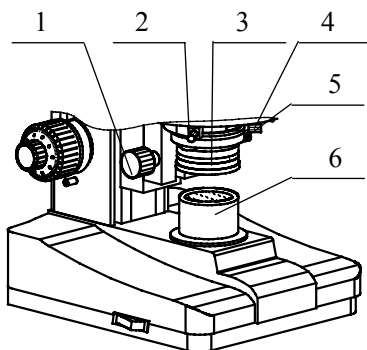

图 8
1) **聚光镜的组成**—聚光镜就在载物台下面，见图 8。左右两边各有一颗螺钉，用于聚光镜的调中，旋转聚光镜升降手轮可以升高或者降低聚光镜。